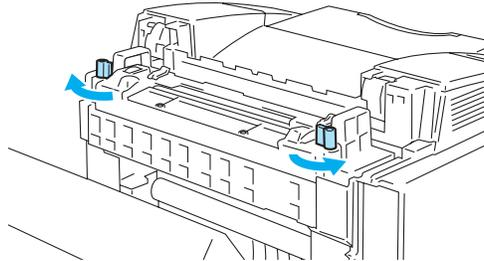

Figura 5-16
- 3 Para soltar a unidade do fusor da impressora, solte as alavancas de bloqueio que se encontram de ambos os lados da unidade do fusor, conforme ilustrado na Figura 5-16.